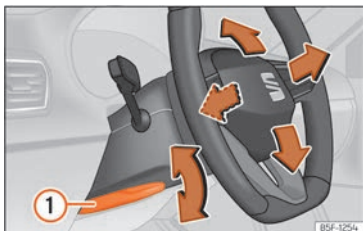

Abb. 71 Hebel auf der linken unteren Seite der Lenksäule.
• Hebel »» [Abb. 71] ① nach unten schwenken, Lenkrad in die gewünschte Position bringen und Hebel wieder bis zum Schließpunkt nach oben drücken.
• Den Hebel »» [Abb. 71] ① nach dem Einstellen immer fest nach oben schwenken, damit das Lenkrad während der Fahrt nicht unbeabsichtigt seine Position verändert.